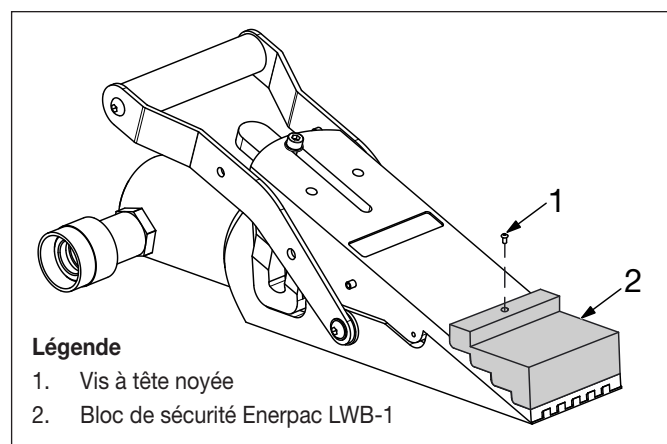

Figure 6 – Cale en escalier Enerpac LWB-1
2. Monter la cale en escalier sur la mâchoire de levage et la fixer à l'aide de la vis à tête noyée, comme indiqué à la Figure 6.